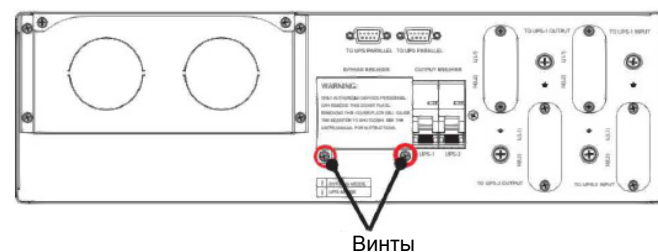

**Рисунок 14**
- 15 Переведите ручной переключатель байпаса в нормальное положение (см. **Рисунок 14**).